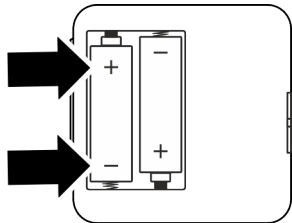

Fig. 5: Inserimento della batteria
3. Inserire le 2 batterie alcaline di tipo 1,5 V AA LR6 nella mascherina dell'alloggiamento con la giusta polarità (Fig. 5).
5. Inserire le 2 batterie alcaline di tipo 1,5 V AA LR6 nella mascherina dell'alloggiamento con la giusta polarità (Fig. 5).